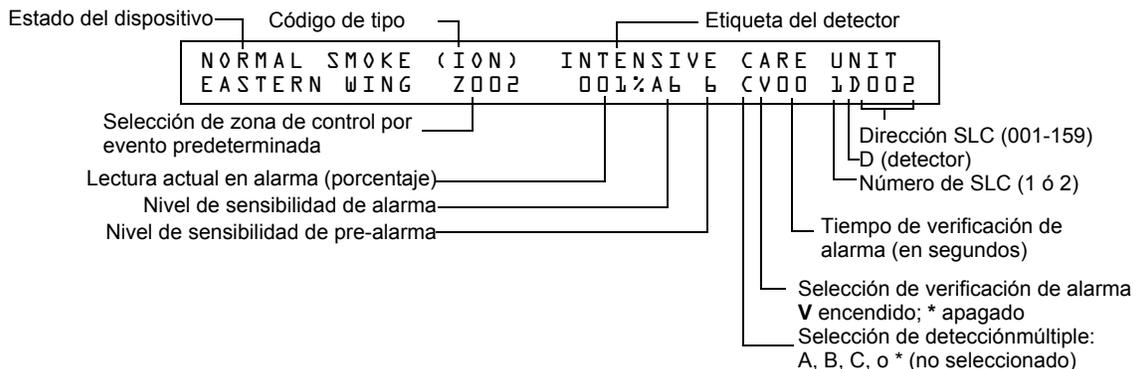

Figura 4.1 Ejemplo de visualización de la lectura de estado de un detector
Desde la pantalla Lectura de estado, presione 0 y luego presione la tecla ENTER (aceptar). Ahora se podrá visualizar la lectura de estado de un detector de la siguiente manera: presione DETECTOR, ingrese el número de SLC seguido de la dirección de tres dígitos y luego presione la tecla ENTER (aceptar). Por ejemplo, para leer el estado de detector 1D002: presione DETECTOR, ingrese el número de SLC (1), ingrese la dirección **002**, después presione la tecla ENTER (aceptar). Ahora el panel de control mostrará información acerca del detector, como se muestra en la figura 4.1.